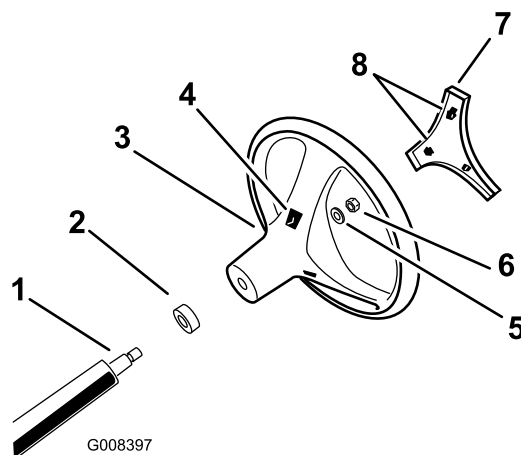

Figura 3
4. Sujete el volante a la columna con la contratuerca y apriete la contratuerca a 24–29 N·m, según se muestra en Figura 3.
5. Alinee las pestañas de la tapa las ranuras del volante y coloque la tapa a presión en el centro del volante (Figura 3).